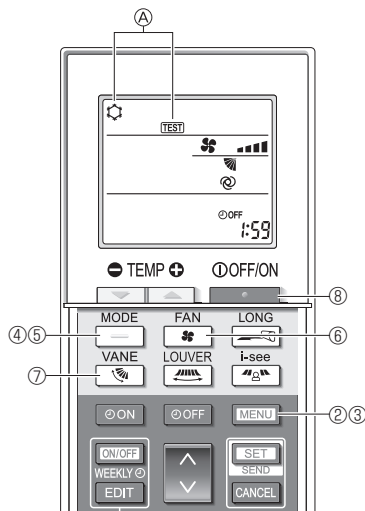

Fig. 7-5
- ① Schakel minstens 12 uur voor het proefdraaien de stroom van de unit in.
- ② Houd de toets **MENU** 5 seconden ingedrukt. (Fig. 7-5)
- ③ Druk op de toets **MENU**.
- ④ Druk op de toets **TEST** en de huidige bedieningsstand worden weergegeven. (Fig. 7-5)
- ⑤ Druk op de toets **—** om de koelstand te activeren en controleer vervolgens of er koude lucht uit de unit wordt geblazen.
- ⑥ Druk op de toets **—** om de verwarmingsstand te activeren en controleer vervolgens of er warme lucht uit de unit wordt geblazen.
- ⑦ Druk op de toets **—** en controleer of de ventilatorsnelheid verandert.
- ⑧ Druk op de toets **—** en controleer of het automatische lamellenrooster goed werkt.
- ⑨ Druk op de toets **—** om het proefdraaien te stoppen.